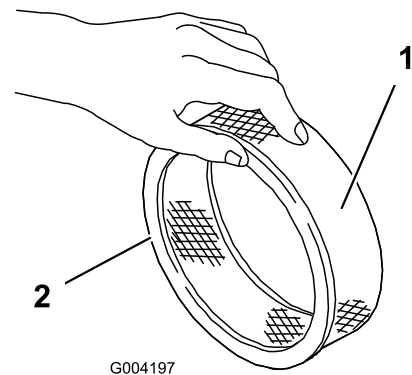

Figura 16
5. Verifique se o filtro de papel tem rasgões, película de óleo ou o vedante de borracha danificado (Figura 16).
1. Faça deslizar cuidadosamente o filtro prévio de esponja para o filtro de papel (Figura 16).